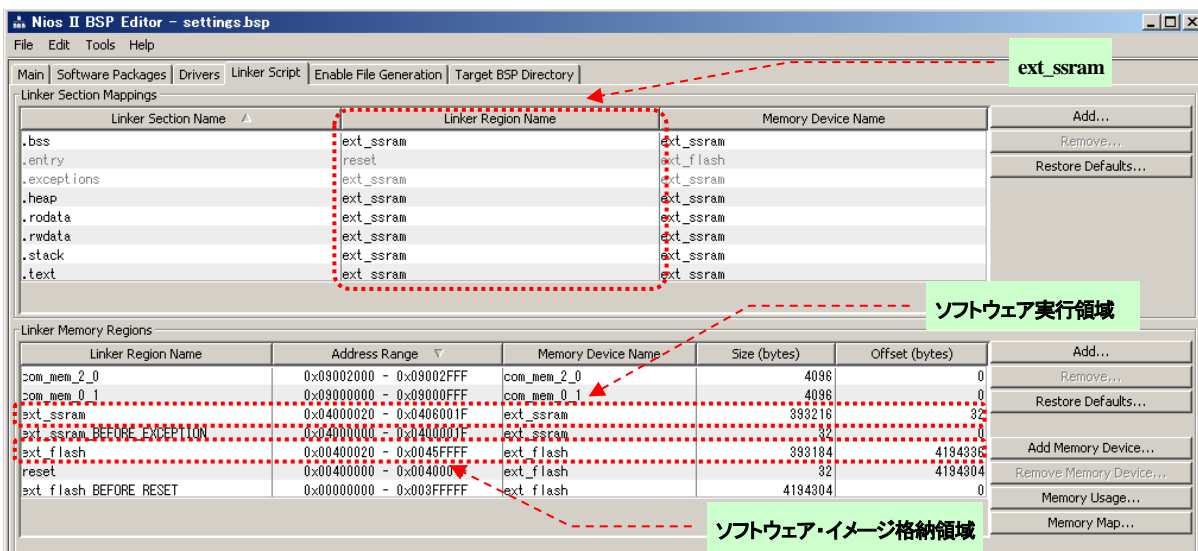

図 4-2-6
- ⑦ Linker Script タブを開いて図 4-2-6 のようにセクションとリージョンを確認します。Linker Section Name では .entry を除く全てのセクション(.bss,.heap,.text 等)が ext_ssram に設定されていることを確認し、Linker Region Name では ext_ssram がソフトウェア実行領域に、ext_flash がソフトウェア・イメージ領域(ヘッダ部除く)に設定されていることを確認します。※1